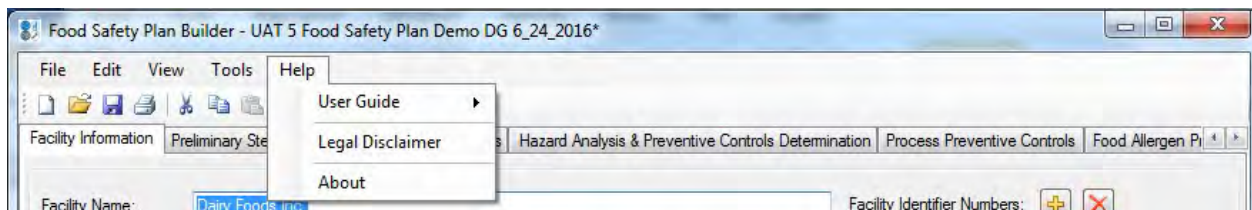

図 13: ヘルプメニュー
- **Middle Panelミドルパネル:** ミドルパネル(図13)は、回答セクションである。このエリアでは、各質問に回答することを求められる。